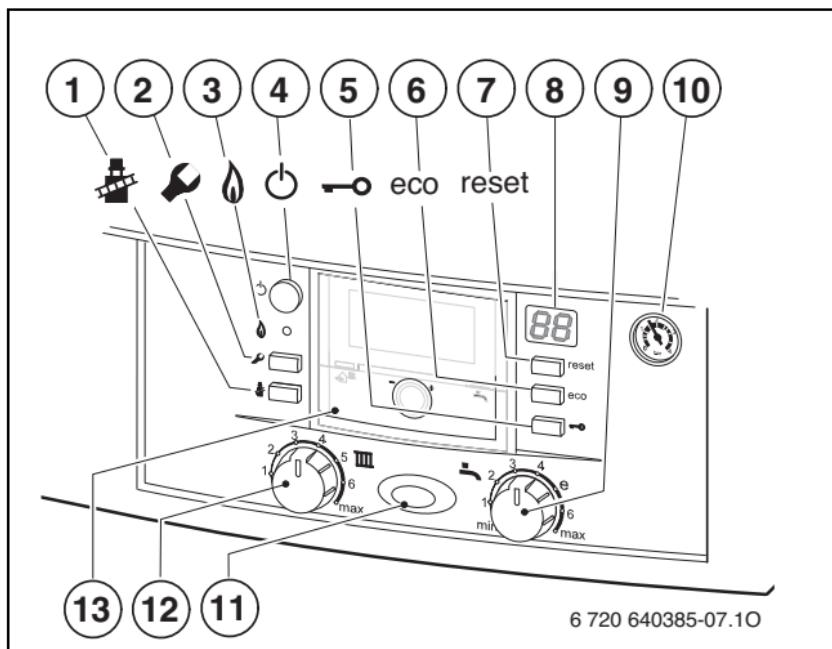

Bild 7
- witterungsgeführter Regler im Gerät eingebaut, → Bild 7, [13], Seite 19.